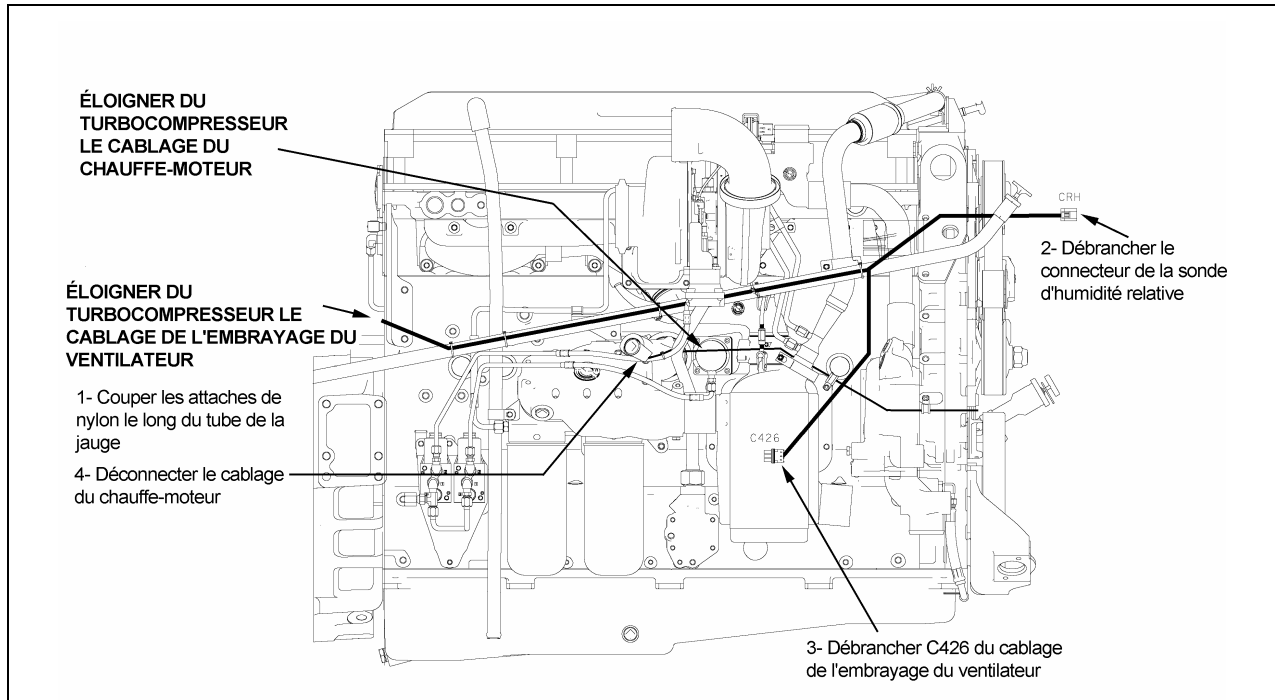

FIGURE 1: DÉPLACER LES CÂBLAGES
1. Déplacer le câblage de l'embrayage du ventilateur et le câblage du chauffe-moteur tel que montré à la figure 1.